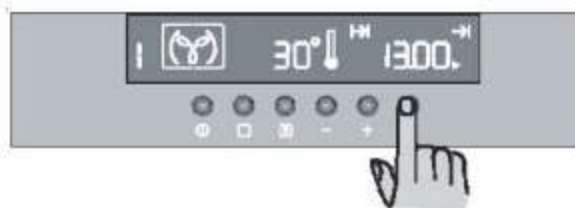

Рис. 14
2) Нажимайте клавишу  до тех пор, пока не выберете функцию «окончание времени приготовления»  и пока не начнет мигать соответствующий символ. На дисплее панели управления отобразится время окончания приготовления (т.е. текущее время + время приготовления – рис. 14).